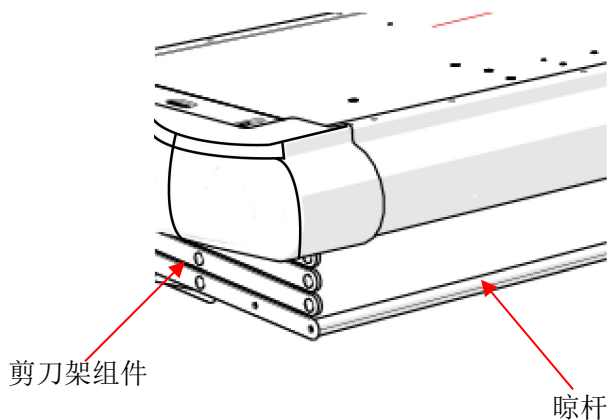

图 6
9. 安装晾杆（此步骤只针对 W20-08 系列）：通过 M4*14 自攻螺钉，将晾杆安装在剪刀架组件上（共 2 根），如图 6 所示。